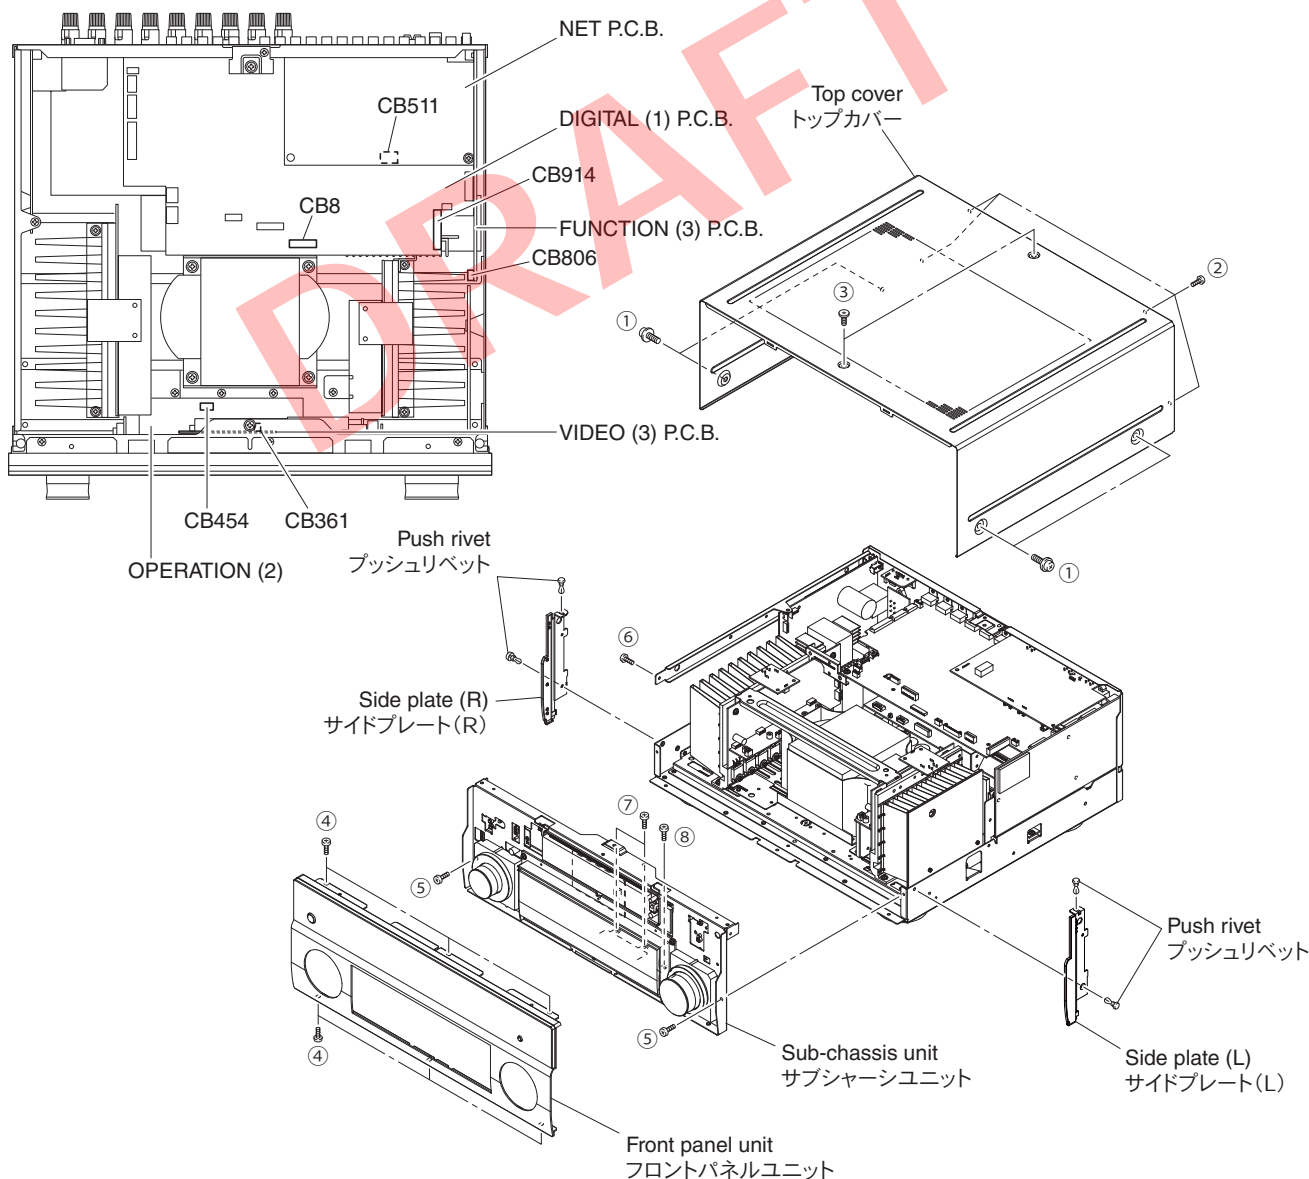

Fig. 1
- Remove 4 screws (①), 4 screws (②) and 2 screws (③). (Fig. 1)
- Lift the rear of the top cover to remove it. (Fig. 1)
- ①のネジ4本、②のネジ4本、③のネジ2本を外します。(Fig. 1)
- トップカバーの後部を持ち上げ、取り外します。(Fig. 1)
- Remove 6 screws (④) and then remove the front panel unit forward. (Fig. 1)
- Remove 4 push rivets and then remove the side plate (L) and (R). (Fig. 1)
- Remove 2 screws (⑤), 2 screws (⑥), 2 screws (⑦) and screw (⑧). (Fig. 1)
- Remove CB8, CB361, CB454, CB511, CB806 and CB914. (Fig. 1)
- Release 2 hooks, and remove the front panel unit. (Fig. 1)
- ④のネジ6本を外し、フロントパネルユニットを前方に取り外します。(Fig. 1)
- プッシュリベット4個を外し、サイドプレート (L) / (R) を取り外します。(Fig. 1)
- ⑤のネジ2本、⑥のネジ2本、⑦のネジ2本、⑧のネジ1本を外します。(Fig. 1)
- CB8、CB361、CB454、CB511、CB806、CB914を外します。(Fig. 1)
- フック2箇所を外し、フロントパネルユニットを取り外します。(Fig. 1)